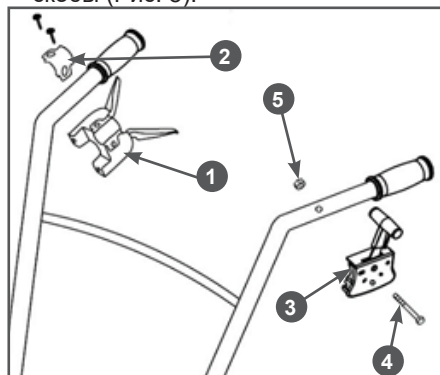

Рис. 8 Установка кронштейна рычагов включения переднего и заднего хода и рычага газа
8). Для этого выполните следующее: открутите два винта крепления скобы и снимите скобу 3 крепления с кронштейна рычагов включения переднего и заднего хода. Установите кронштейн 1 снизу на правую рабочую рукоятку, а сверху приложите скобу крепления. Совместите отверстия в кронштейне и скобе и закрутите винты крепления, не затягивая их. Отрегулируйте положение кронштейна на рабочей рукоятке так, чтобы правой рукой было удобно по очереди нажимать и на рычаг включения переднего и на рычаг включения заднего хода. После окончательной регулировки плотно затяните винты крепления скобы (Рис. 8).
7. Установите на левую рабочую рукоятку рычаг 3 газа (Рис. 8). Для установки рычага 3 газа выполните следующее: совместите отверстия в левой рабочей рукоятке и корпусе рычага 3 газа,
вставьте в отверстие болт 4 и закрутите гайку 5 до упора (Рис. 8).